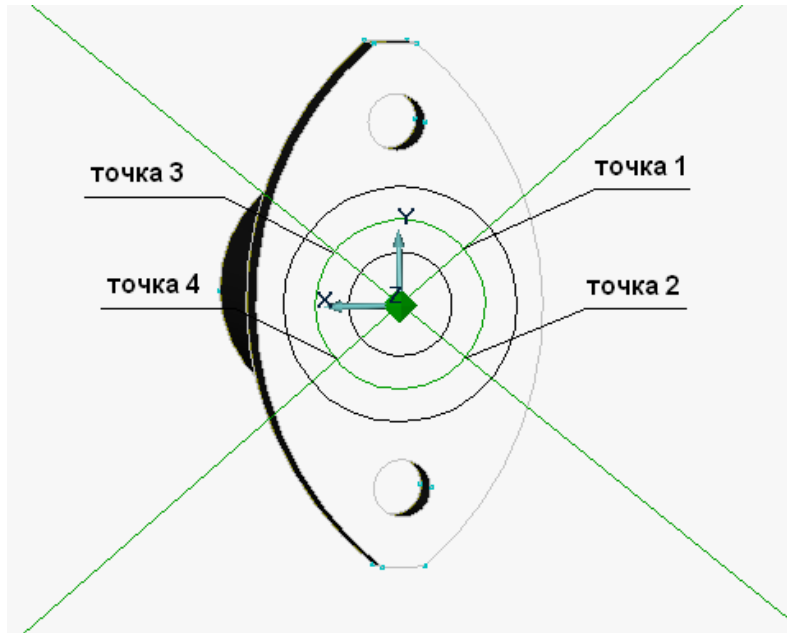

Рисунок 2.11 – Визначення центрів кіл отворів
9. На панелі «2D об'єктів» натисніть клавішу  «Окружность заданного диаметра» в полі «Диаметр =>» введіть значення «4» (рис. 2.11).